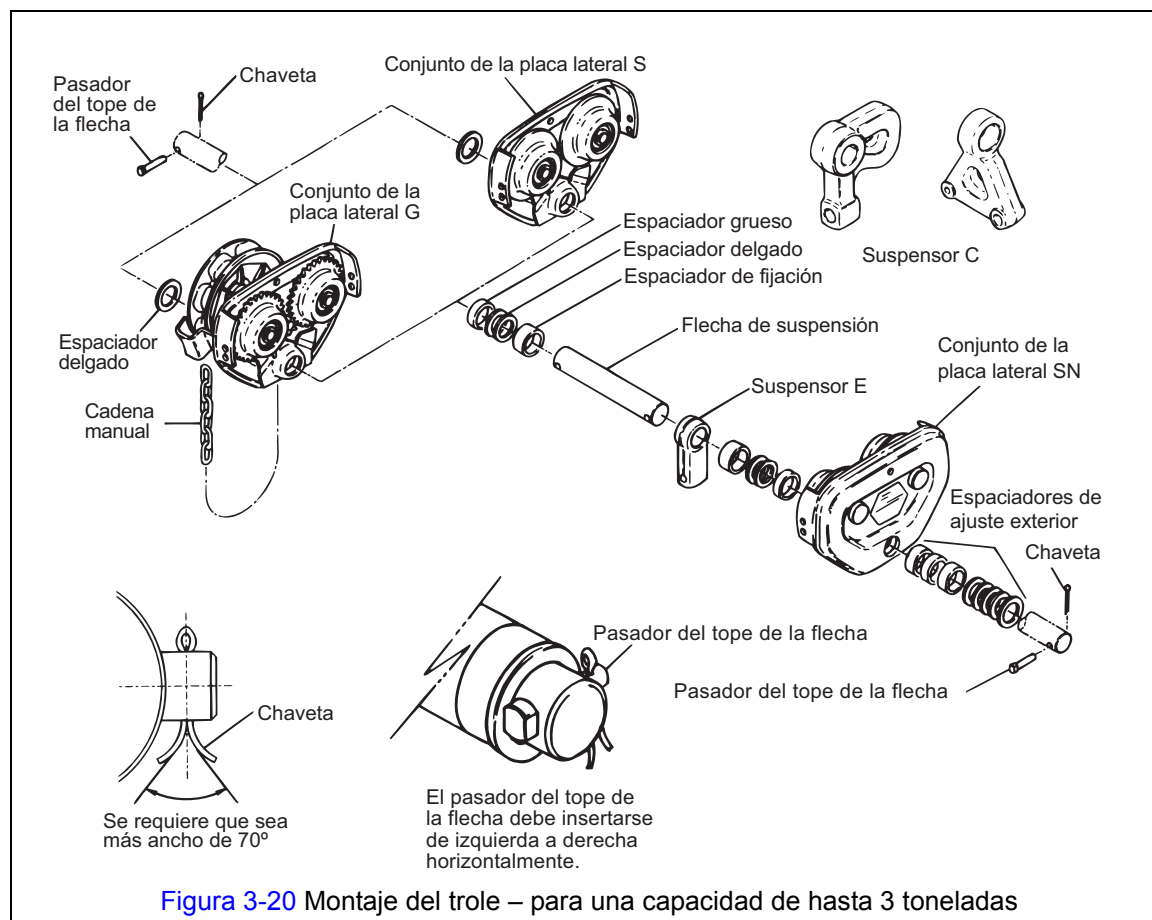

Figura 3-20 Montaje del trole – para una capacidad de hasta 3 toneladas
- 1) Para capacidades de $\frac{1}{2}$ a 3 toneladas consulte la Figura 3-20.
- 3) Inserte la flecha de suspensión para la placa lateral G o S y conéctela con el perno de tope de la flecha (la chaveta). Consulte la Figura 3-20. Doble de manera segura ambas salientes de la chaveta después de insertarla.